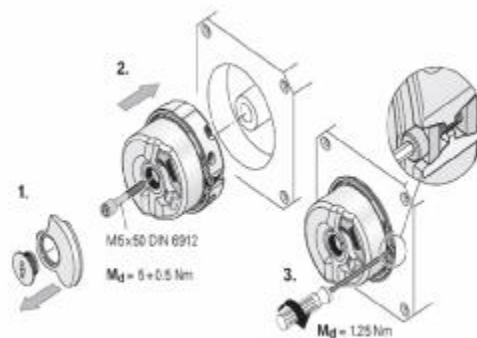

图 28 编码器装配
- B. 将编码器转动一下（若转动不灵活，则应检查螺栓是否装偏），再用内六角扳手按 $M_d=1.25Nm$ 的力矩将编码器的涨紧螺栓拧紧，要求拧紧力矩为 $M_d=1.25 Nm -0.2Nm$ ，使编码器外部不能用手转动，如(P19 图 28)所示。